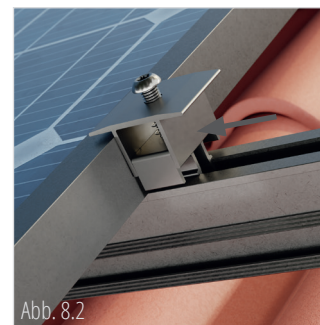

Abb. 8.2
2. Klemmen an der Modulrahmenhöhe anpassen und bündig an das Modul schieben (Abb. 8.2).